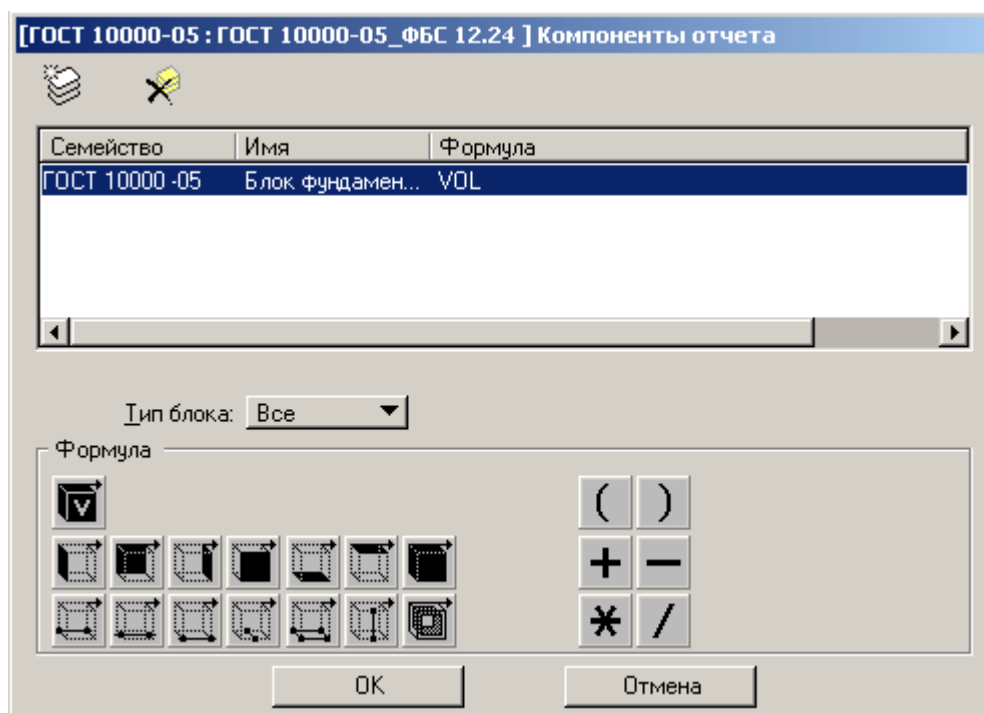

Рисунок 21
5. Обязательной для заполнения является закладка **Компоненты отчета** (Рисунок 21), поскольку вносимые данные идут для обсчета в спецификации. В этом окне указывается, из каких компонентов состоит стройэлемент. Для этого следует нажать кнопку *Создать компонент отчета*, а затем выбирается нужное семейство и нужный компонент. В поле компонентов добавится компонент. Указав на него, необходимо ввести в поле **Формула** формулу для обсчета компонентов. Составляющие формул описаны в Таблица 4.